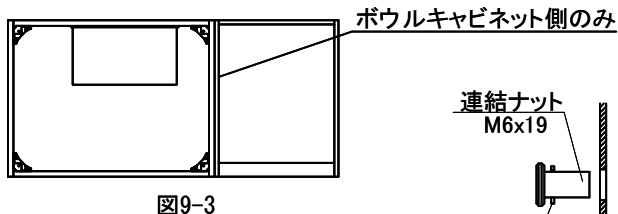

図9-3
- ①ドレッサーユニットのボウルキャビネット側の側面に穴を加工してください。(図9-3、9-4)